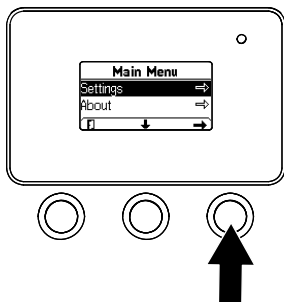

Figure 20
1. Dans le MENU PRINCIPAL, appuyez sur le bouton central pour naviguer jusqu'au menu RÉGLAGES, puis appuyez sur le bouton droit (Figure 20).